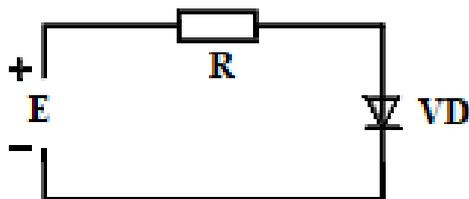

Рис. 2.58. Схема к задаче 3
3. Определить ток идеализированного диода, текущий в цепи, содержащей последовательно соединенные источник ЭДС, резистор и диод (рис. 2.58), если $E = 5$ В, $R = 1$ кОм, обратный ток насыщения $I_0 = 10^{-12}$ А при 300 К.